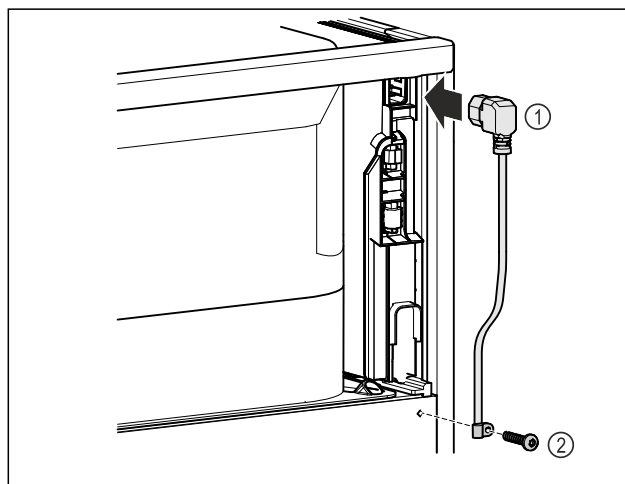

Fig. 9
- Netsnoer Fig. 9 (1) in de koudapparaatbus aan de achterkant van het apparaat steken.
- Trekcontasting monteren. Fig. 9 (2)